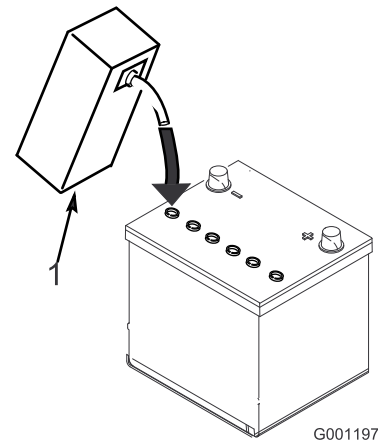

Figure 4
3. Versez de l'électrolyte avec précaution dans chaque élément jusqu'à ce que les plaques soient recouvertes par environ 6 mm de liquide (Figure 4).
4. Attendez environ 20 à 30 minutes pour que les plaques aient le temps de s'imprégner d'électrolyte. Faites l'appoint au besoin pour que le niveau de liquide monte à 6 mm en dessous du creux de remplissage (Figure 4).